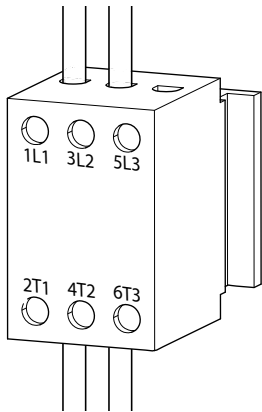

FIG. 16: Morsettiera dell'interruttore di disconnessione
5. Attaccare il filo di messa a terra al capocorda di messa a terra all'interno della scatola di giunzione elettrica (AJ).
6. Fare riferimento alla FIG. 16 e collegare i fili dal cavo di alimentazione ai terminali 4T2 e 6T3 sulla morsettiera dell'interruttore di disconnessione.